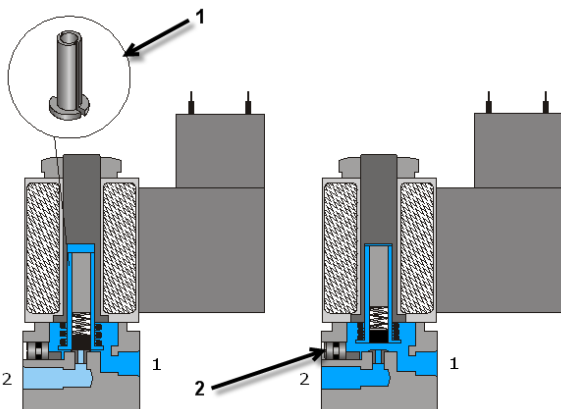

Fig. 1.
Chez les électrodistributeurs à commande directe le distributeur est commandé par un électro-aimant (Fig. 1).
Quand on active l'électro-aimant (Fig. 1 droite), le noyau (1) est attiré vers le haut contre la force du ressort de rappel.
Si l'électro-aimant est désactivé (Fig. 1 gauche), le ressort ramène le noyau dans sa position initiale et la connexion 1 – 2 est obturée.
Si l'électro-aimant est désactivé (Fig. 1 gauche), le ressort ramène le noyau dans sa position initiale et la connexion 1 – 2 est obturée pendant que le raccord 2 est relié au raccord d'échappement 3.